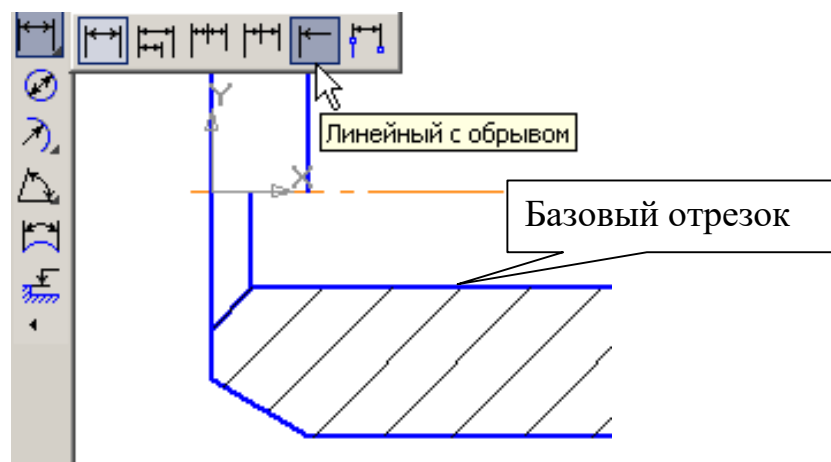

Рис. 22
• Проставьте размеры: « $\varnothing 90$ », « $\varnothing 50$ » командой **Линейный размер** . После указания первой и второй точек привязки размера щелчком левой кнопки мыши в поле текста **Текст надписи** (рис. 77), откройте окно, рис. 78, проставьте символ знака диаметра. Для простановки диаметра «50» в строке параметров нажмите кнопку **Параметры**, и установите **Ручное** размещение текста для расположения размеров в шахматном порядке. Для простановки размера $\varnothing 20$ воспользуйтесь командой **Линейный с обрывом**, рис. 22. На запрос системы *Укажите базовый отрезок для простановки размера с обрывом* укажите отрезок прямой, определяющий в разрезе цилиндрическое отверстие диаметром 20 мм, рис. 22.